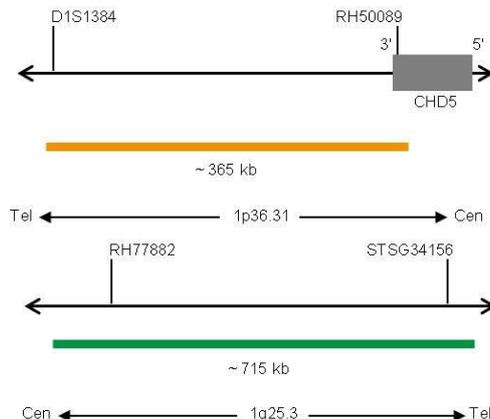

Fig. 1: Cima: SPEC 1p36 Mapa da sonda; Baixo: SPEC 1q25 Mapa da sonda (sem escala)
- Polinucleótidos (~4.5 ng/μl) com marcação ZyOrange (excitação 547 nm/emissão 572 nm), dirigidos ao mapeamento de sequências alvo em 1p36.31* (chr1:5,808,946-6,176,336) (ver Fig. 1).
- Polinucleótidos (~10 ng/μl) com marcação ZyGreen (excitação 503 nm/emissão 528 nm), dirigidos ao mapeamento de sequências alvo em 1q25.3* (chr1:184,271,714-184,986,522) (ver Fig. 1).